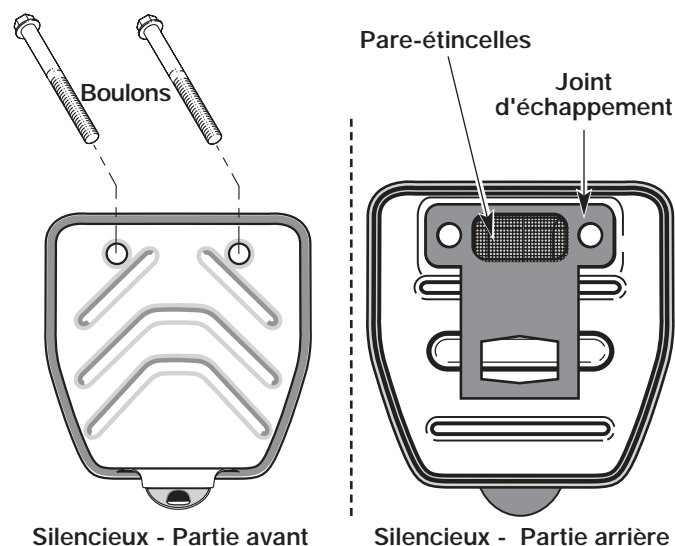

Fig. 26
2. Repérez le devant du silencieux et les deux (2) boulons qui le retiennent au moteur (Fig. 26). Retirez les deux (2) boulons à l'aide d'un tournevis à lame plate, d'une douille de 5/16 po ou d'un tourne-écrou. Retirez le silencieux du moteur.
3. Retournez le silencieux vers l'arrière et repérez le joint d'échappement. Retirez le joint du silencieux (Fig. 26).
7. Placez le joint d'échappement contre l'arrière du silencieux. Alignez les trous de boulon du joint d'échappement avec les trous de boulon du silencieux. Tout en maintenant le joint d'échappement en place, insérez les boulons sur le devant du silencieux (Fig. 26).